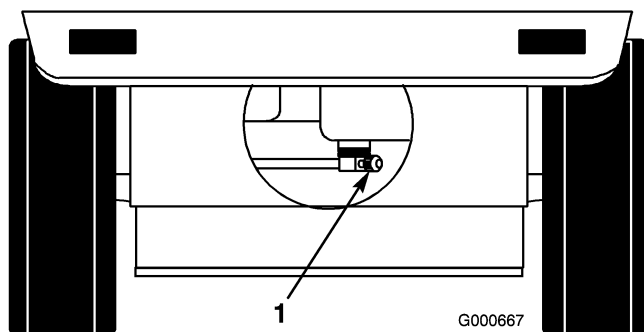

Figura 38
3. Chiudete la valvola d'intercettazione del carburante sul serbatoio del carburante (Figura 38).
3. Chiudete la valvola di intercettazione sul serbatoio del carburante (Figura 38).
8. Aprite la valvola di intercettazione sul serbatoio del carburante (Figura 38).